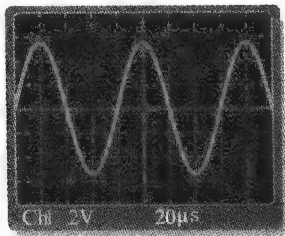

图 8-85
51. 参照图 8-85 所示的示波器屏幕，试问
- 52. 如果将 VOLTS/DIV（伏/格）控制调为 5V，请在图 8-85 所示的示波器屏幕网格上精确地绘制将要显示的正弦波波形。
- 53. 如果将 SEC/DIV（秒/格）控制调为 $20\mu\text{s}$ ，请在图 8-85 所示的示波器屏幕网格上精确地绘制将要显示的正弦波波形。